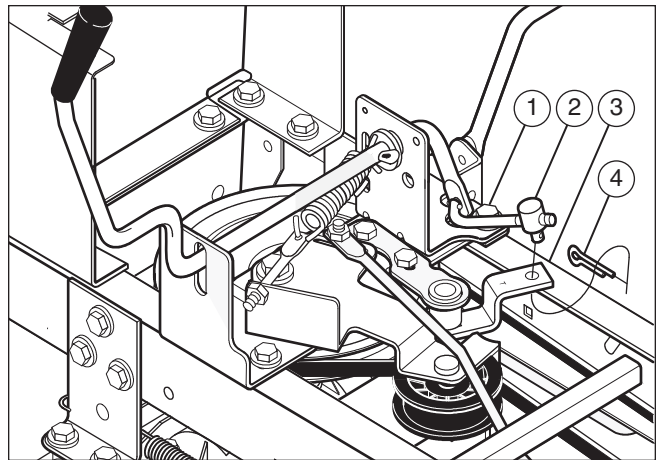

Figure 18
2. Enlever l'écrou de réglage (2) du support de levier de vitesses (3) (**Figure 18**).
6. Raccrocher l'écrou de réglage (2) au support de levier.
7. Retirer l'écrou de réglage (2) de la plaquette de vitesses (3) (**Figure 18**). Tirer la courroie motrice et la placer autour de la plaquette de vitesses.